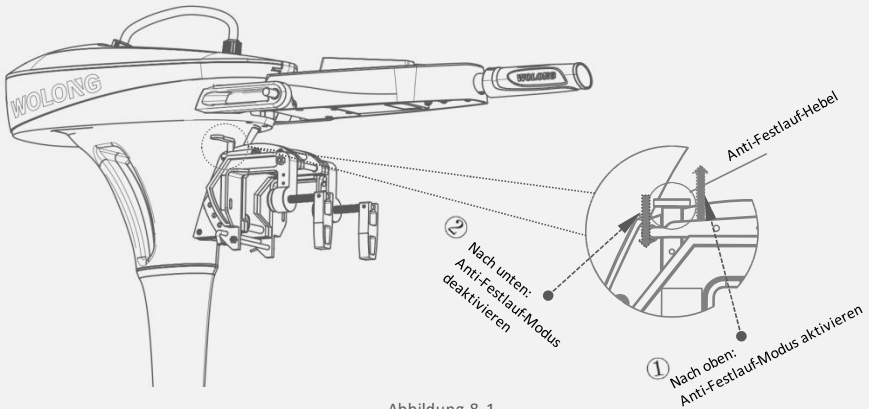

Abbildung 8-1
Heben Sie, wie in Abbildung 8-1 ① oben gezeigt, den Anti-Festlauf-Hebel in die höchste Position, um die Einstellung abzuschließen.
Drücken Sie, wie in Abbildung 8-1 ② oben gezeigt, den Trimmhebel nach unten und verriegeln Sie den Trimmstift. Der Anti-Festlauf-Modus wird dann deaktiviert und der Außenborder läuft im normalen Betrieb.